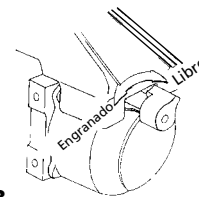

Figura 13
Gire la palanca de embrague a la posición «Free» (Libre) como se muestra en la Figura 13. Si hay en el cable de alambre, es posible que la palanca de embrague no gire fácilmente. NO FUERCE LA PALANCA DE EMBRAGUE. Suelte la tensión sobre el cable de alambre, sacando lentamente un poco de cable de alambre. Suelte el embrague, saque el cable de alambre y asegúrelo al anclaje o a la carga. Revise que queden por lo menos cinco (5) vueltas de cable de alambre en el tambor. Vuelva a engranar el tambor devolviendo la palanca de embrague a la posición de «Engaged» (Engranado) (vea la Figura 13).